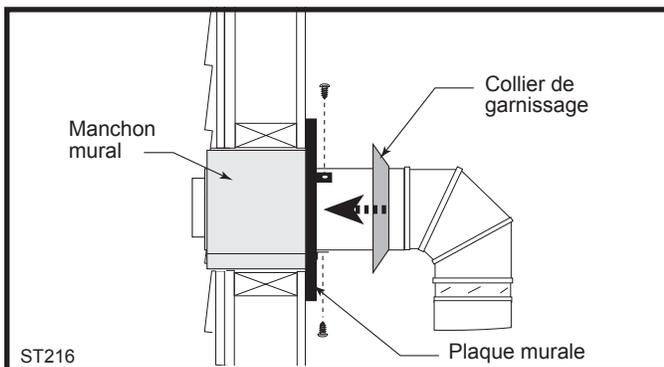

Fig. 27 Installez le conduit horizontal et les pièces d'assemblage de la plaque murale.
9. Raccordez le conduit horizontal au coude. Fixez la plaque murale au conduit au moyen de trois vis à tête. Soulevez le collier de garnissage en le faisant glisser, puis appuyez-le contre la plaque murale de manière à cacher les vis. (Fig. 27)